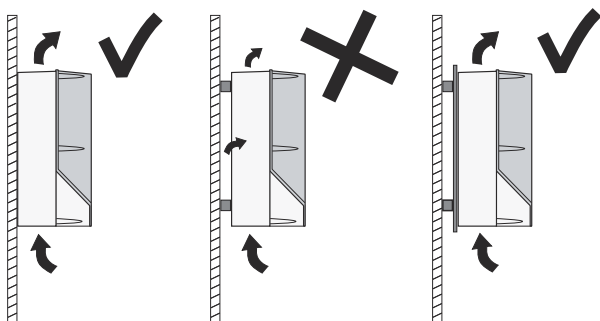

Fig. 2 CUE-skab hængt direkte på væggen, eller monteret med bagplade
- Hæng CUE-skabet direkte på væggen, eller monteret en bagplade på det. Se fig. 2.